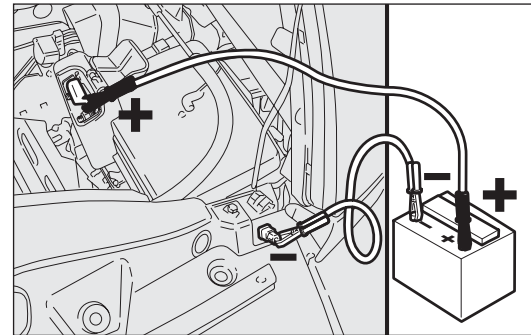

fig. 164
- sluit een tweede startkabel aan op de minpool (-) van de hulpaccu en op de massa-aansluiting zoals afgebeeld in fig. 164;